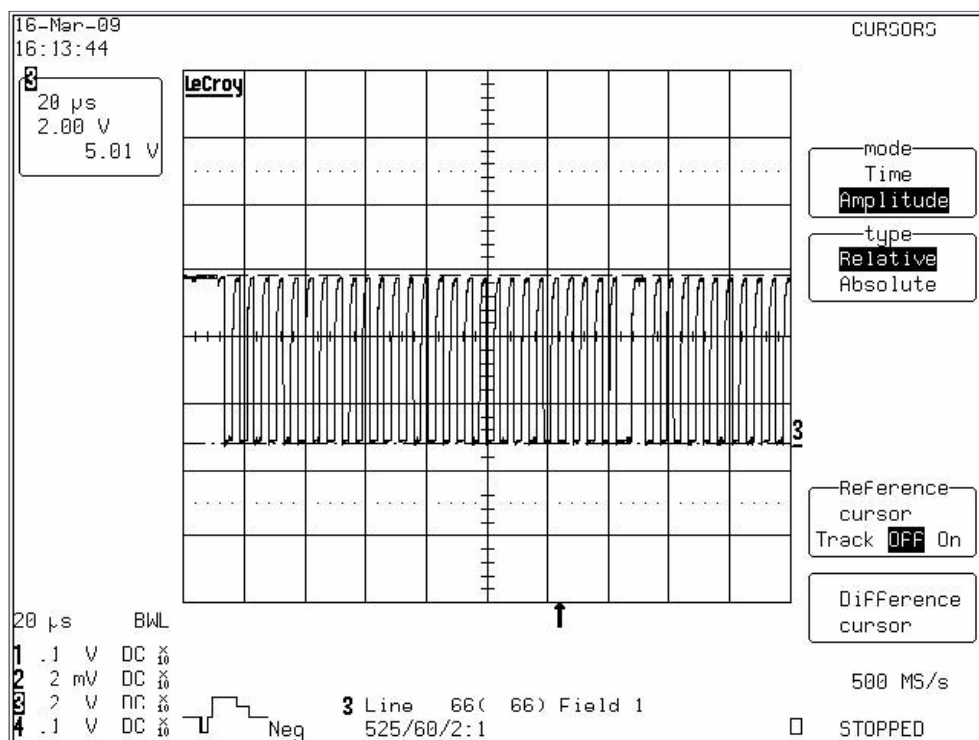

图28
10、射频输入全彩条信号，I²C 总线时钟信号SDA, U10的第10脚处波形如图28所示：